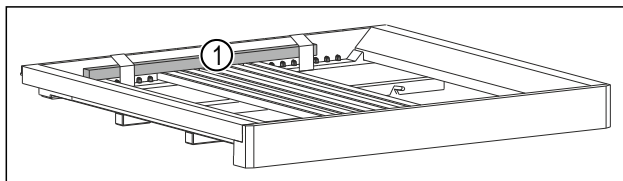

Fig. 3 *
- ▶ Wyciągnąć drewniany pręt Fig. 3 (1).*